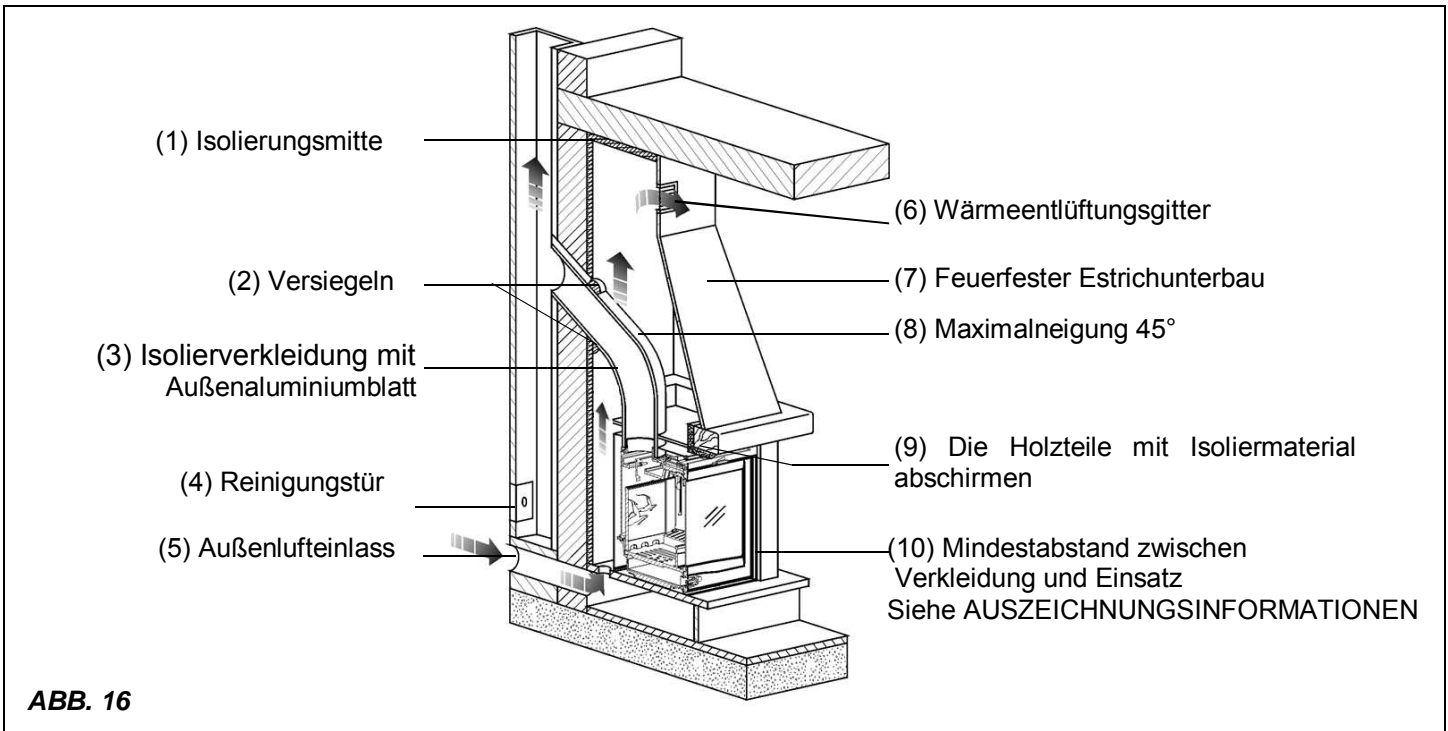

ABB. 16
Das Wärmeentlüftungsgitter (ABB. 16 Pos. 6) wird auf den Oberteil des Haubenablenkblech angelegt (20 cm von der Zimmerdecke entfernt) **Dieses Gitter muss immer angelegt werden**, damit die gehäufte Wärme im Haubenablenkblechs (Überdruck) in das Raum austreten kann.
- **Sollte die Luftzufuhr durch mit dem Außen in Verbindung stehende Öffnungen erfolgen, die sich in naheliegenden Räumen befinden, sind Lufteinlässe in Verbindung mit Garagen, Küchen, Badezimmern, thermischen Stationen zu vermeiden. (siehe ABB. 16).**